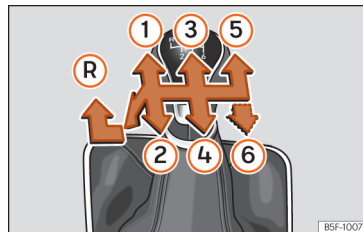

Abb. 87 Schaltschema bei einem 5-Gang bzw. 6-Gang Schaltgetriebe
Auf dem Schalthebel sind die Positionen der einzelnen Fahrgänge dargestellt **»» [Abb. 87]**.
- Schalthebel in die Neutralstellung bringen und nach unten drücken. Schalthebel ganz nach links und dann nach vorn in die Rückwärtsgangposition schieben >>> (Abb. 87) Ⓡ.